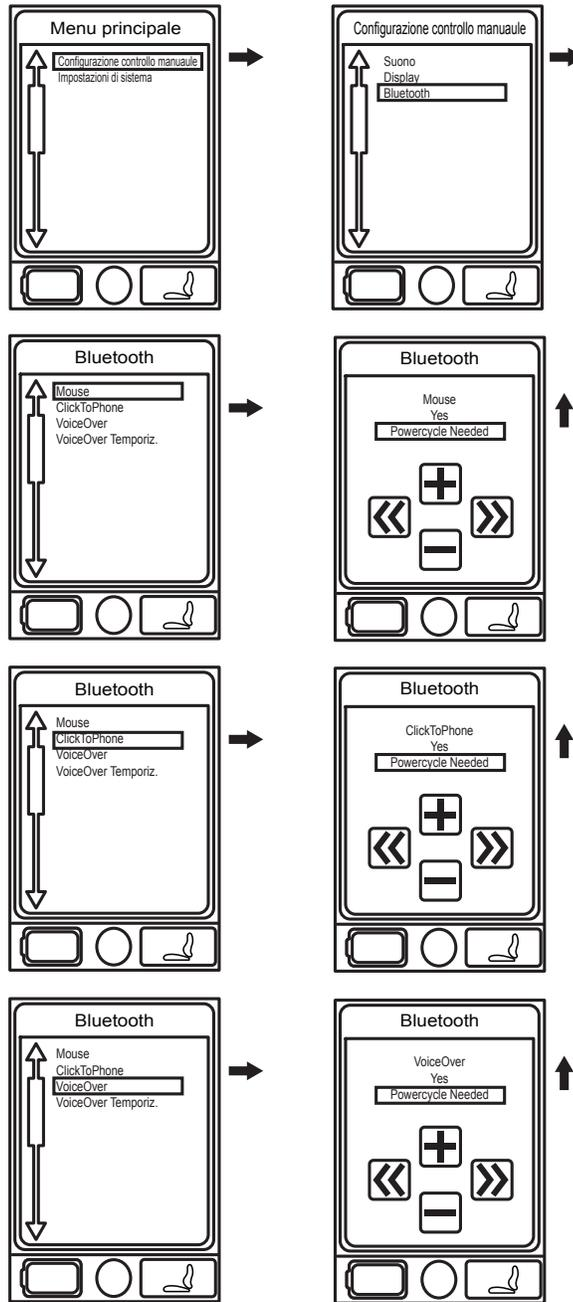

Figura 6A. Bluetooth Menu
2. Premere il pulsante Menu per accedere alla schermata del menu principale. **Vedere figura 6A.**
3. Utilizzare il joystick per evidenziare l'opzione Impostazioni di comando manuale, quindi spingere il joystick verso destra per selezionare quella funzione. **Vedere figura 6A.**
6. Spingere il joystick in avanti per attivare la schermata Bluetooth. **Vedere figura 6A.**